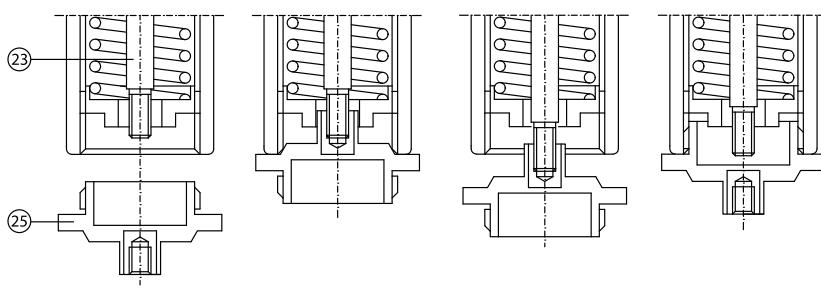

Рисунок 7. Сброс ПЗК (тип 8500)
9.1.2.6 Если регулятор оснащен ПЗК типа 8500 (см. Рис. 7):
- Снять крышку (25), открутив ее (см. рис. 7А);
- Навинтить ее обратной стороной на шток (23) до тех пор пока она не соприкоснется с корпусом (см. рис. 7Б);
- Извлеките крышку (25): эта операция подтверждает сброс (см. рис. 7В);
- Закрутите крышку (25) на прежнее место (см. рис. 7Г) и откройте кран (11).